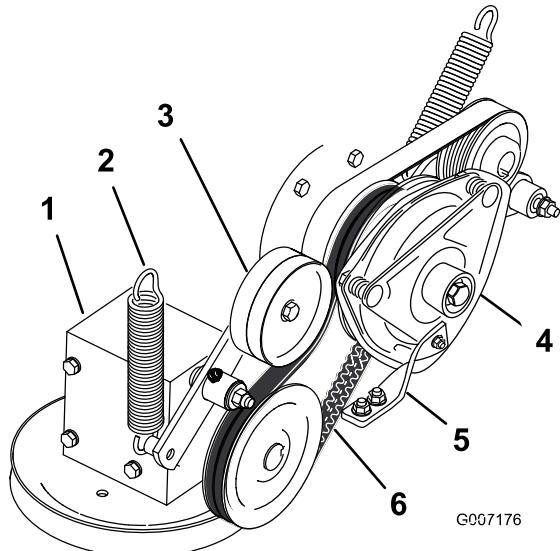

Figure 76
4. Décrochez le ressort du bras de la poulie de tension (Figure 76).
7. Montez la nouvelle courroie d'entraînement de PDF autour de la poulie d'embrayage et de la poulie du boîtier d'engrenages (Figure 76).
9. Raccrochez le ressort au bras de la poulie de tension (Figure 76).